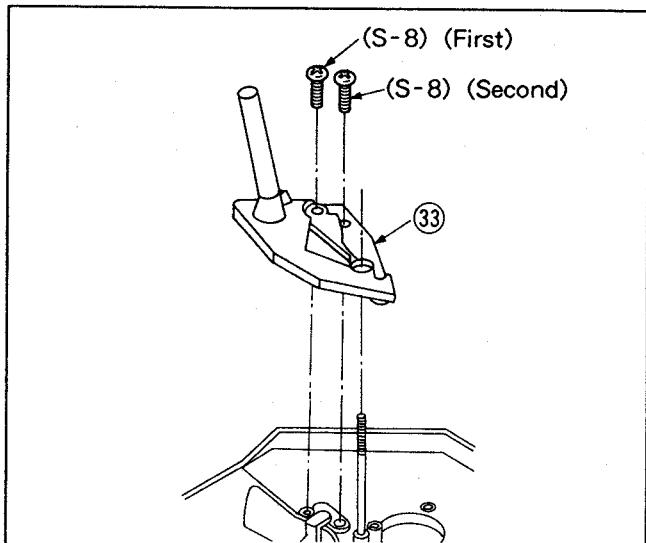

Fig. M15
37) Remove T-rail R unit. See Fig. M15.